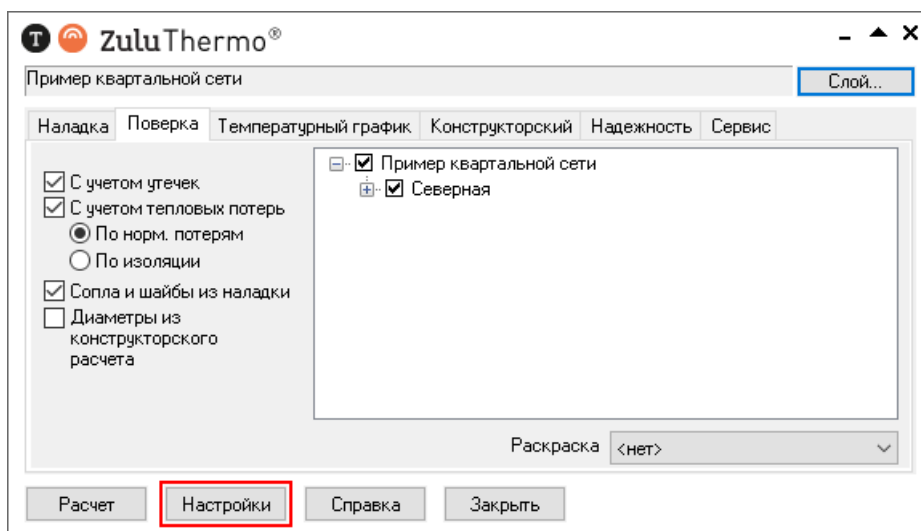

Рисунок 20.28. Панель теплогидравлических расчетов
1. Выбрать команду главного меню Задачи/ZuluThermo, либо нажать кнопку  панели инструментов. Откроется панель выполнения теплогидравлических расчетов (смотрите Рисунок 20.28, «Панель теплогидравлических расчетов»).